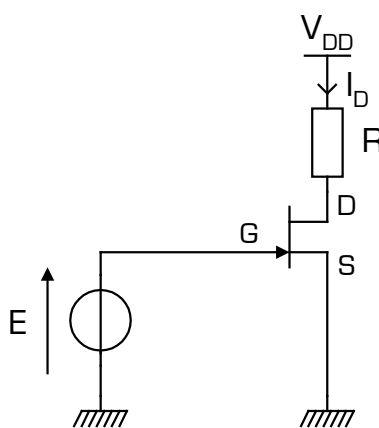

Figure 1
**Q-I-2-** Pour ce type de J-TEC, quel doit être le signe de la tension  $V_{GS}$  en fonctionnement normal ? En déduire le signe de la tension  $E$  dans le montage de la figure 1.
**Q-I-5-** Dessiner l'allure de la caractéristique  $I_D = f[V_{GS}]$  du montage de la figure 1, en y faisant apparaître toutes les valeurs particulières.
**Q-I-6-** Tracer la caractéristique  $I_D = f[V_{DS}]$  du montage de la figure 1 dans le cas où  $E = 0V$ . Vous y ferez apparaître toutes les valeurs particulières.